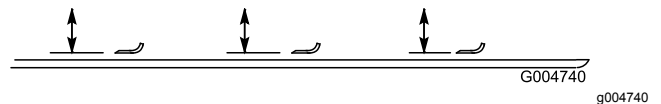

図 140
4. Cuttingユニットの天井から各ブレードの前端の刃先までの距離を測る 図 140。